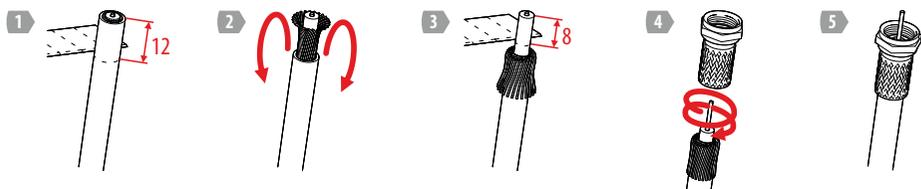

Рис.4 Разделка коаксиального кабеля и установка F-разъема
6.4 Разделайте коаксиальный кабель и установите F-разъем(ы) как показано на рис.4. Присоедините коаксиальный кабель к F-разъему усилителя антенны.